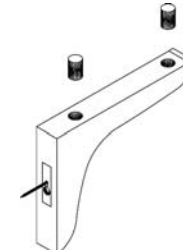

Figure 5
ÉTAPE 4: Insérez ensuite les chevilles de 1 pouce dans les supports, tel qu'illustré à la **Figure 5**.